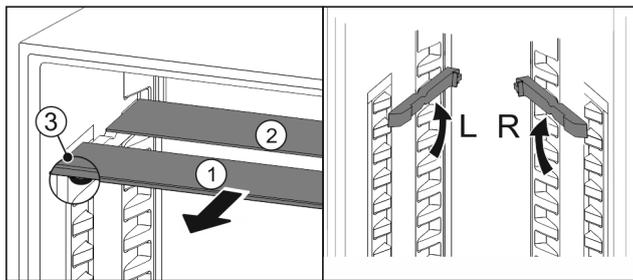

Fig. 91
- ▶ Izvucite Fig. 91 (1) staklene ploče jednu po jednu prema naprijed.
- ▷ Staklena ploča Fig. 91 (1) s ukrasnom letvicom nalazi se sprijeda.
- ▷ Zaustavljači Fig. 91 (3) su usmjereni prema dolje.